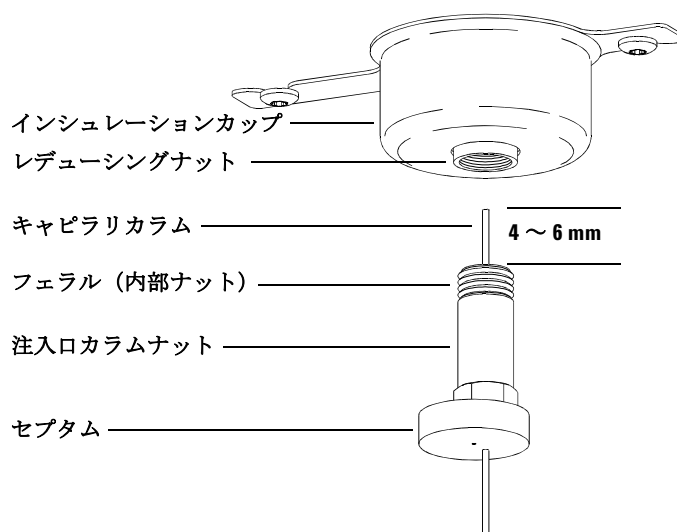

図3 スプリット / スプリットレス注入口へのキャピラリカラムの取り付け
- 2 カラムナットの下のセプタムを、フェラルの端から 4 ～ 6mm 出るように調整します (33 ページ 図 3)。